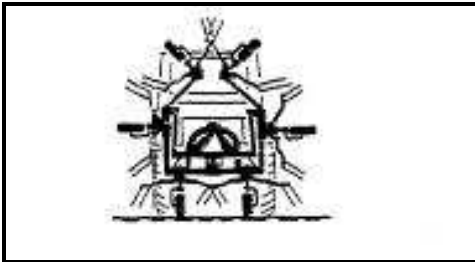

Abbildung 13
1. Absenken auf den Boden (Abb. 13)